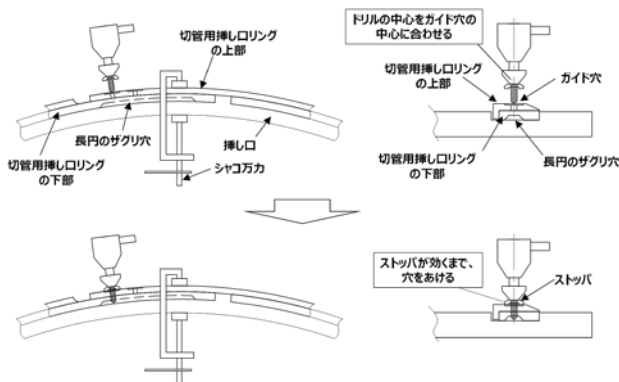

図54 挿しロリングの穴あけ方法
- (6) 専用のストッパ付きドリルの下穴深さが規定内(表13)であることを確認する。その後、図54に示すように挿し口溝部に切管用挿し口リングを入れた状態で、上部のガイド穴に合わせて、下部に2ヶ所の貫通穴をあける(ストッパが効くまで、穴をあける)。加工終了後は切屑を穴から除去する。